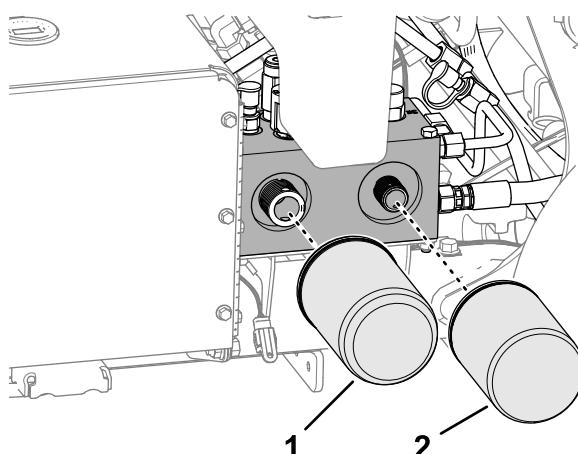

Figura 181
2. Coloque un recipiente bajo los filtros, retire los filtros usados y límpie con un paño la superficie de la junta del adaptador del filtro (Figura 181).